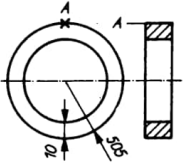

Bild 85
- 10.15** Ein Hohlzylinder von sehr geringer Wanddicke ist an einem Punkt des äußeren Umfangs aufgehängt. Die Lage der Drehachse und die Maße (in Millimeter) sind aus Bild 85 zu entnehmen. Berechnen Sie die Periodendauer bei Sinusschwingung um die Achse A.